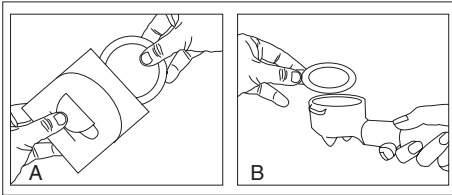
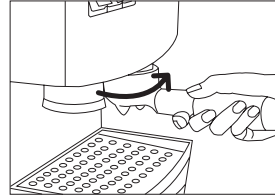

Fig. 2
Fig. 3
- Coloque el filtro que desee utilizar, para 1 ó 2 tazas (13 ó 14), en el portafiltros (11).
- Sitúe el portafiltros (11) en las guías para dosificar el café y deslice la palanca del dosificador (19) hacia delante, hasta que oiga clic, 1 ó 2 veces dependiendo del filtro que vaya a utilizar.
- Presione ligeramente el café del filtro con el pisador (18).
- Fig.2. Si desea utilizar café en monodosis, abra la bolsita de la dosis unitaria. Coloque el filtro de 1 taza (13), en el portafiltros (11). Coloque la monodosis en el portafiltros.
- A continuación ponga el portafiltros (11) en la cafetera.
- Asegúrese que el portafiltros está bien cerrado, empujando el mango de izquierda a derecha fuertemente, de lo contrario puede gotear.(Fig.3)